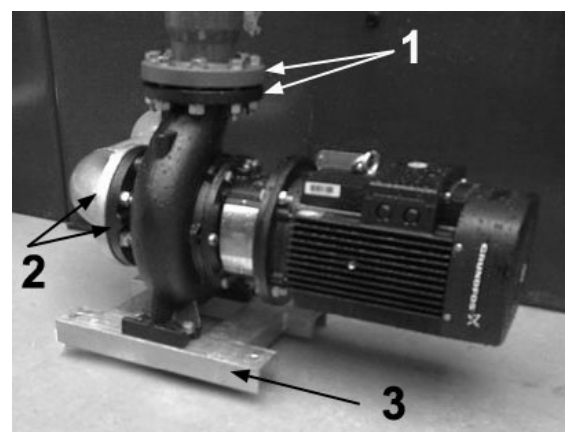

Fig. 34
- b) Dismounting the impulse pump: To dismount the impulse pump disconnect the flanges of the secondary circuit pipe (fig 34/1), of the suction pipe (fig 34/2) and the bedplate fastening (fig 34/3).
- b) Démontage de la pompe: Pour démonter la pompe, découpler les brides du tuyau du circuit secondaire (fig. 34/1) et du tuyau d'aspiration (fig. 34/2) et les fixations du bâti (fig. 34/3).
- b) Desmontaje de la bomba de impulsión: Para desmontar la bomba de impulsión, desacoplar las bridas de la tubería del circuito secundario (fig. 34/1) y del tubo de aspiración (fig. 34/2) y las sujeciones de la bancada (fig. 34/3).